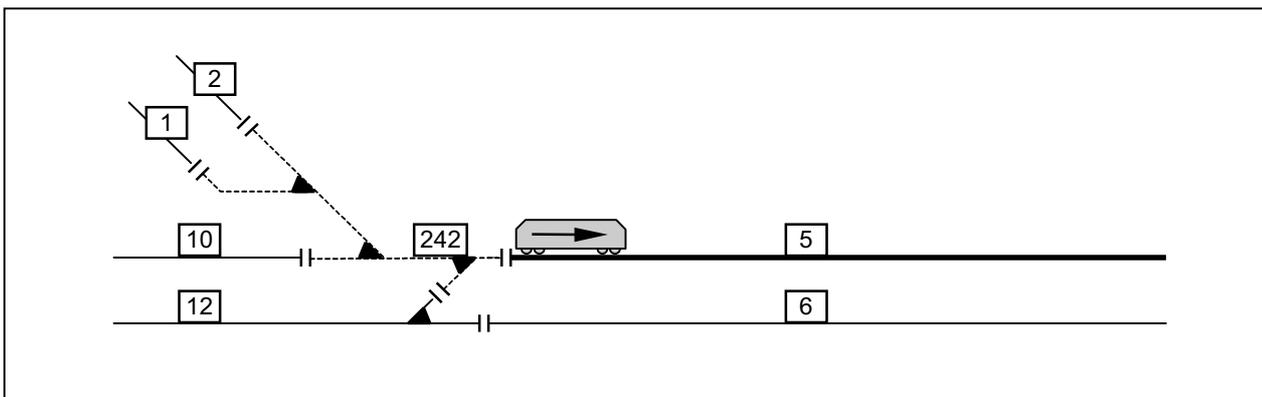

Bild 13.2 Korrekt abgesicherte Lösung mit eigenem Weichen-Meldebereich
**Lösung 1b** (vgl. Bild 13.2) ist zwar preiswerter, erfordert dafür aber eine zusätzliche Querverbindung innerhalb des 19"-Rahmens vom Hilfsblock zum zugehörigen Hauptblock. Außerdem läßt sich in Abhängigkeit von der örtlichen Gleisplansituation nicht immer ein sinnvoller zugehöriger Hauptblock finden. In Bild 13.2 kann jedoch der Hauptblock 5 diese Funktion zufriedenstellend erfüllen.
**Lösung 1c** schließlich ist die preiswerteste und bringt den gleichen Verdrahtungsaufwand wie 1b mit sich. Der gestrichelte Weichenbereich in Bild 13.2 kann also auch als ein zu Block 5 gehöriger Belegtmelderabschnitt eingerichtet werden.